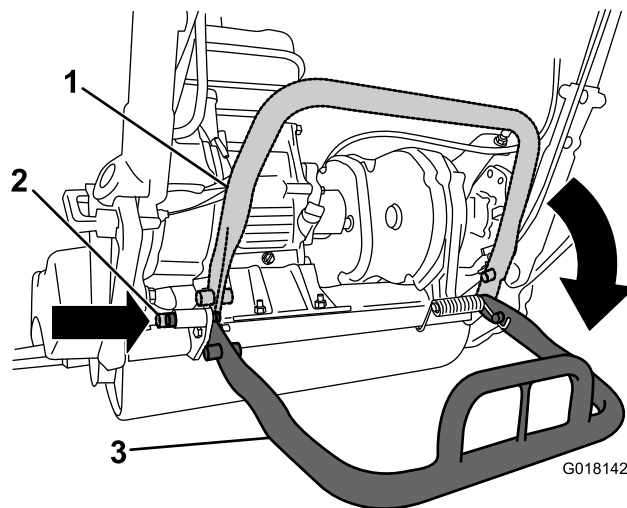

图21
- 为防止在拆卸滚刀时设备向后倾覆，应降低支撑架并推入锁定销，将支撑架锁定在维修位置（图21）。